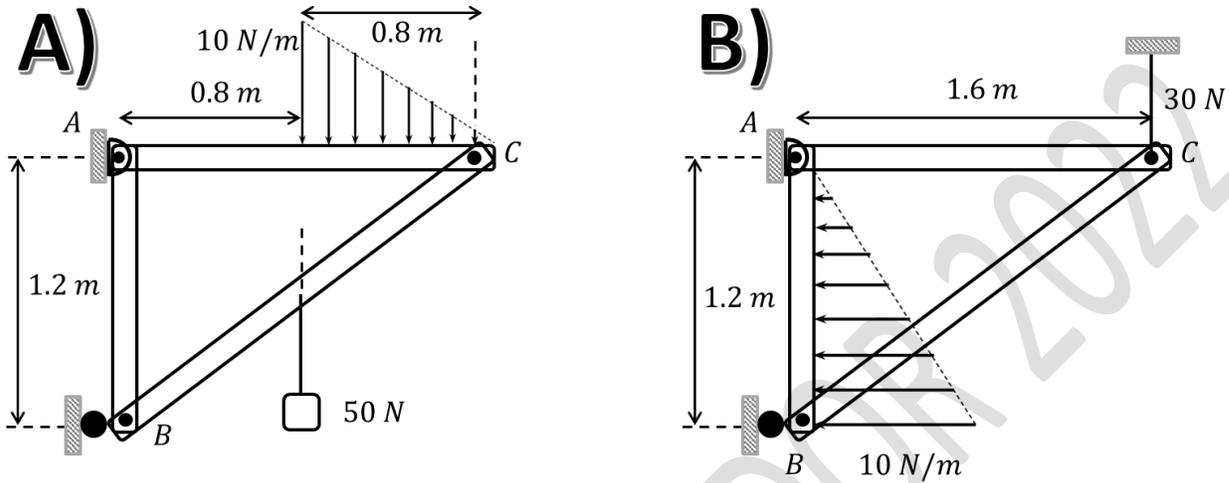

Fig. 7.22.
7.13.- Tres varillas son usadas para conformar un armazón como muestra la Fig. 7.22. Una varilla del armazón está sometida a una carga distribuida triangular. Calcular la fuerza interna en el punto de unión C para las dos configuraciones A y B.